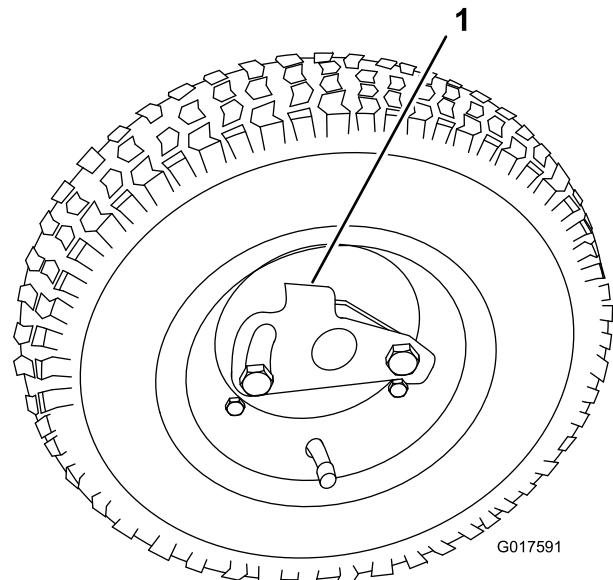

Figure 8
- Glissez la roue sur l'essieu (Figure 8).
- Faites pivoter le clip de verrouillage pour l'éloigner du centre de la roue et lui permettre de coulisser plus avant sur l'essieu (Figure 8).